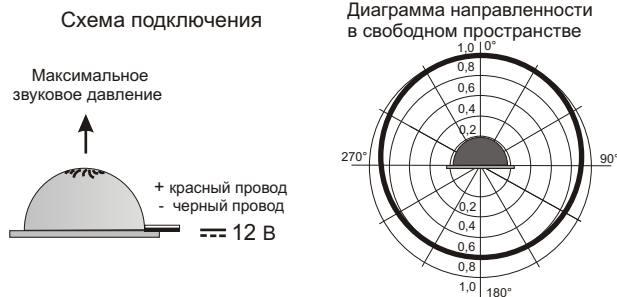

Рис.2 Схема подключения и диаграмма направленности оповещателя.
- 2.6. Диаграмма направленности звука на рис.2 (п.5.3)
- 5.1. Перед установкой необходимо проверить внешний вид оповещателя на наличие повреждений и проверить работоспособность следующим образом: подключить источник питания (типа Б5-7) к выводам оповещателя (рис.2), предварительно установив напряжение питания 12±3 В. При этом оповещатель должен выдать чередование текстового и звукового сигналов.
5.2. На рис.2 показана схема подключения и диаграмма направленности звука оповещателя.